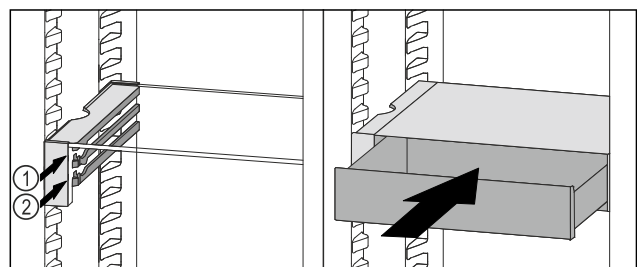

Fig. 89
- ▶ VarioSafe-Schubfach hinter den Stopperrn auf gewünschter Rippe Fig. 89 (1) oder Fig. 89 (2) aufsetzen.